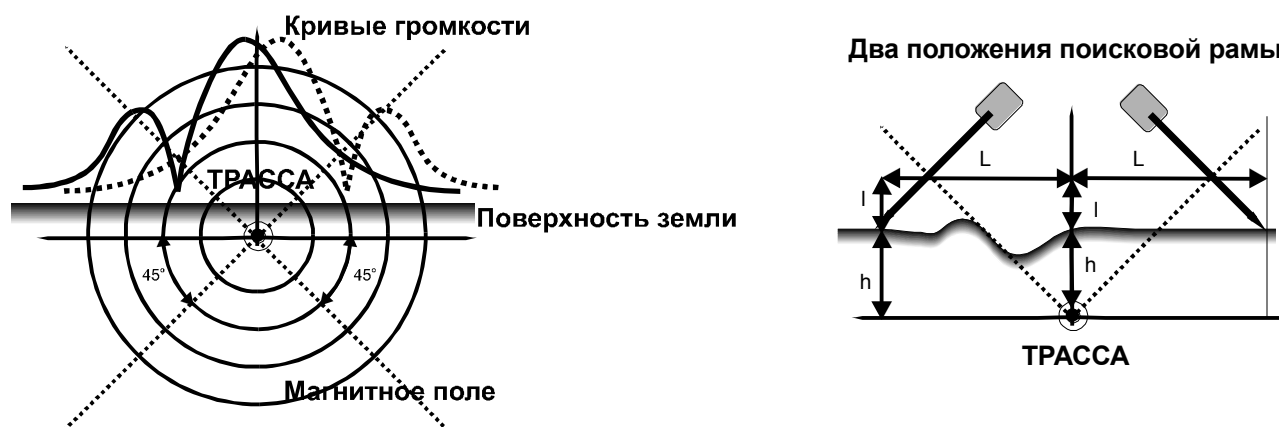

Рис.4 Определение глубины пролегания трассы
Определение глубины пролегания трассы можно проводить после уточнения местоположения трассы по методу минимума. Необходимо, удаляясь влево и вправо от трассы и держа поисковую раму под углом 45° к поверхности земли, найти два положения минимума громкости (см. рис.4). Глубина прокладки трассы (h) равна половине расстояния между этими точками (L) минус величина (I), т.е $h=L-I$. Величина $I \approx 65$ см, что соответствует базе поисковой рамы.